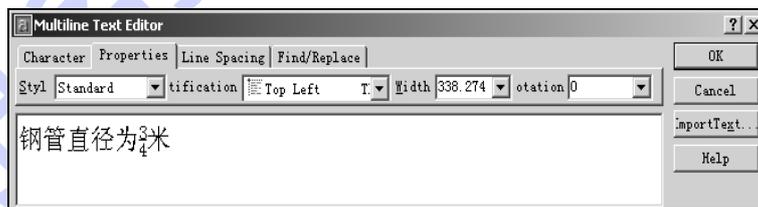

图 4-58 Properties (属性) 选项卡
- **Properties (属性)** **Properties (属性)** 选项卡用来设置文字的样式、对正方式、文字行的宽度和旋转角度等特性。对应的对话框如图 4-58 所示。